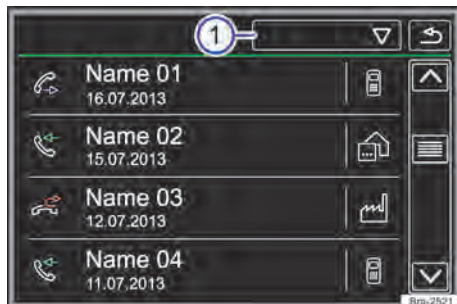

Fig. 135 Menú Llamadas (listas de llamadas).
Tocar el botón de función  → fig. 135 ①.